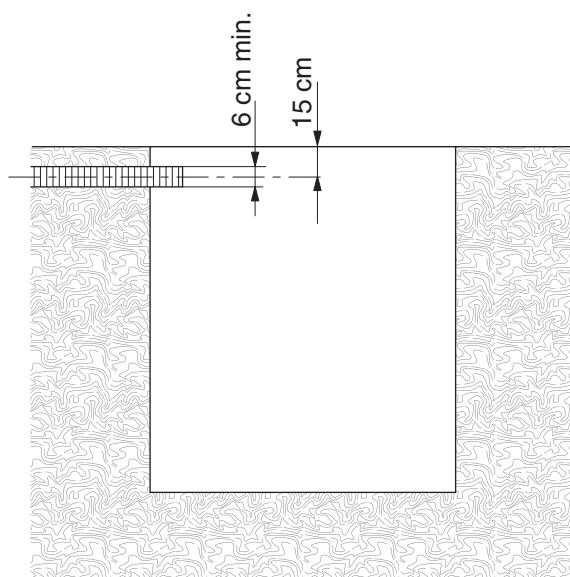

Fig. 4
- Predisporre una tubazione per il passaggio delle alimentazioni elettrica e pneumatica di diametro interno minimo 6 cm, posizionandolo al centro di uno dei lati lunghi ad una profondità di 15 cm circa dal livello pavimento (**fig. 4**).
- Prepare a tubing for power and air supply, minimum inner diameter 6 cm, and set it at the centre of one of the longer sides at a depth of about 15 cm from flooring level (**fig. 4**).
- Eine Leitung für die Führung der elektrischen und der pneumatischen Versorgung mit einem Innendurchmesser von min. 6 cm vorsehen, die in der Mitte einer der beiden langen Seiten in einer Tiefe von ca. 15 cm von der Bodenebene (**Abb. 4**) anzuordnen ist.
- Prédisposer une conduites pour le passage de l'alimentation électrique et pneumatique d'un diamètre intérieur d'au moins 6 cm, avec l'arrivée au centre d'un des côtés longs de la cassette, et à une profondeur d'environ 15 cm par rapport au niveau du plancher (**fig. 4**).
- Preparar los conductos donde pasan los cables del suministro de corriente eléctrica y de aire con un diámetro interno mínimo de 6 cm., colocándolos al centro de uno de los lados largos a una profundidad de unos 15 cm desde el nivel del piso (**fig. 4**).